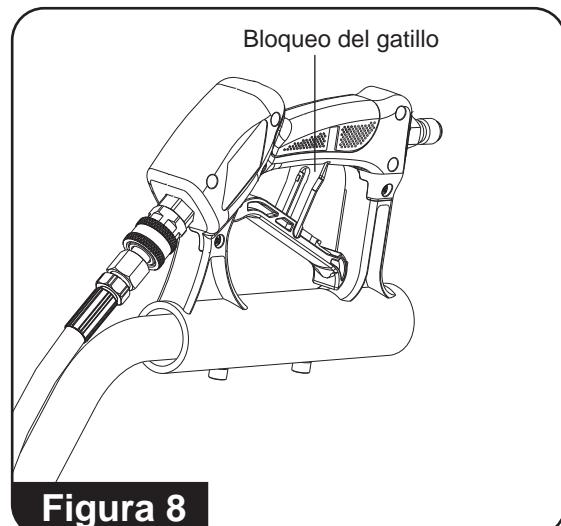

Figura 8
1. Bloquee el gatillo de la pistola de la limpiadora de superficies. Para esto, mueva el bloqueo del gatillo a un ángulo de 90° de modo que descansen contra el agarre de la manija (**consulte la figura 8**).